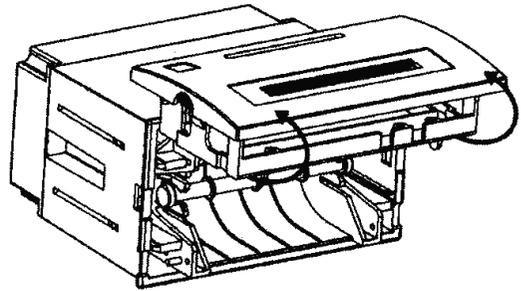

图 1-10
(1) 换纸
- ①拉出打印机的前盖板、机头架及纸仓，如图 1-10 图示；